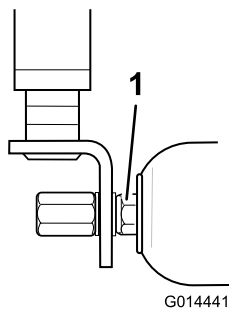

Figura 82
2. Si hay un movimiento excesivo, apriete con cuidado las tuercas de cada extremo del rodillo con la llave, justo lo suficiente para eliminar la holgura axial (Figura 82).